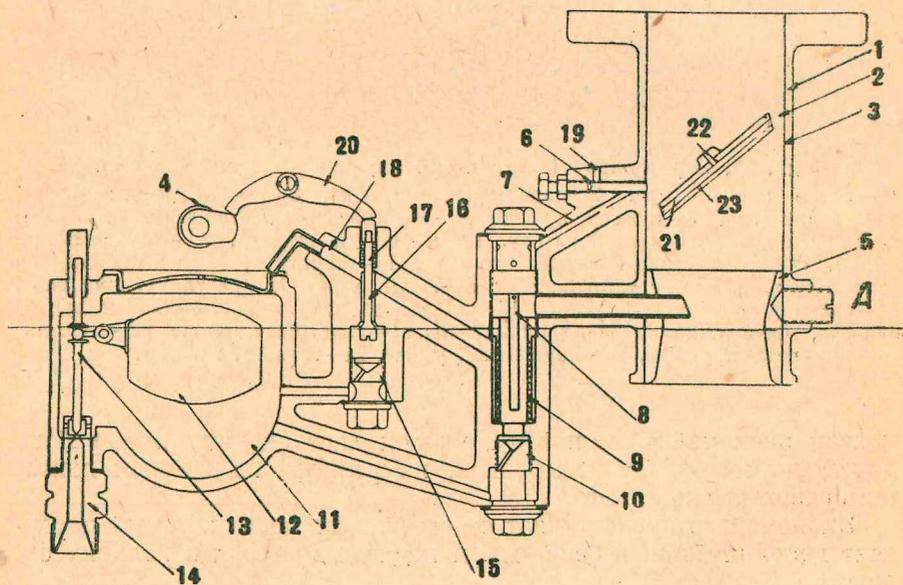

Рис. 23. Схема карбюратора Клодель-Гобсон.
Внутри смесительной камеры, на оси неподвижно укреплена дроссельная заслонка (3), регулирующая количество рабочей смеси, подаваемой в цилиндры. Дроссельная заслонка по диаметру имеет канал (21) (рис. 23), который при закрытом положении заслонки совпадает с выходным отверстием жиклера холостого хода. Кроме того, с одной стороны заслонка имеет отверстие (23) для входа воздуха из смесительной камеры, а с другой стороны выходное отверстие (22), через которое поступает рабочая смесь во всасывающую трубу.
Пуск двигателя производится обычно при чуть-чуть открытой дроссельной заслонке. При таком положении заслонки, во время такта всасывания в одном из цилиндров воздух во всасывающую трубу двигателя будет поступать четырьмя путями, а именно (рис. 23): а) через щель между дросселем и стенкой смесительной камеры, б) через отверстие (23) в дроссельной заслонке, канал (21)
Для регулировки качества смеси при холостом ходе двигателя служит винт (6) (рис. 23), ввертыванием или вывертыванием которого изменяется количество воздуха, проходящего через отверстие (19). При увеличении доступа воздуха жиклер холостого хода дает
Выпускной трубопровод (рис. 23) служит для отвода отработанных газов от выпускного клапана в атмосферу. Трубопровод отлит из чугуна и состоит из двух труб — трубы первого и второго цилиндров и трубы третьего и четвертого цилиндров, соединяющихся между собой при помощи входа конца одной в другую. Рядом с патрубком второго цилиндра имеется штуцер, на котором укрепляется трубка (2), отводящая отработавшие газы в камеру подогрева рабочей смеси.